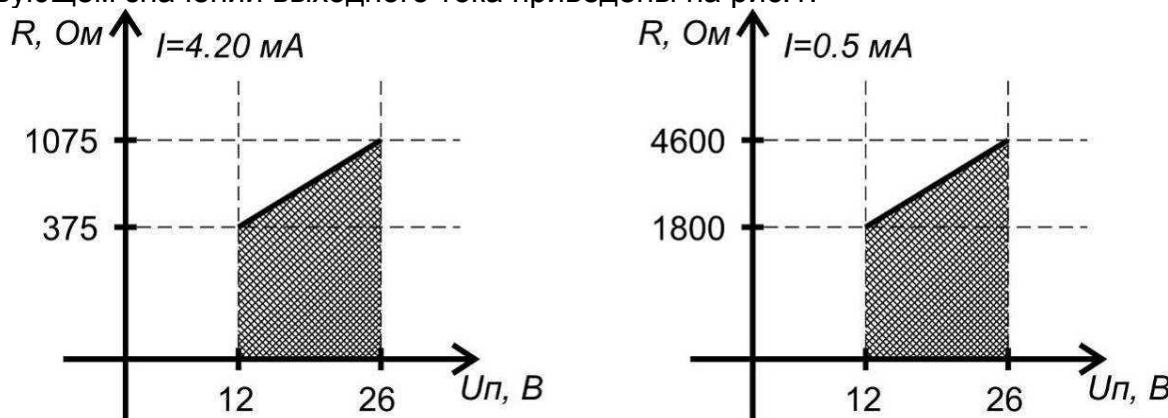

Рисунок 1 – Максимальные сопротивления нагрузки
1.3.8.6 Выходная информационная цепь расходомера исполнений I5 и I20 (Приложения В3, В4) представлена нормированным выходным токовым сигналом в диапазоне 0 - 5 мА или 4 - 20 мА соответственно. Максимальные сопротивления нагрузки при соответствующем значении выходного тока приведены на рис.1.